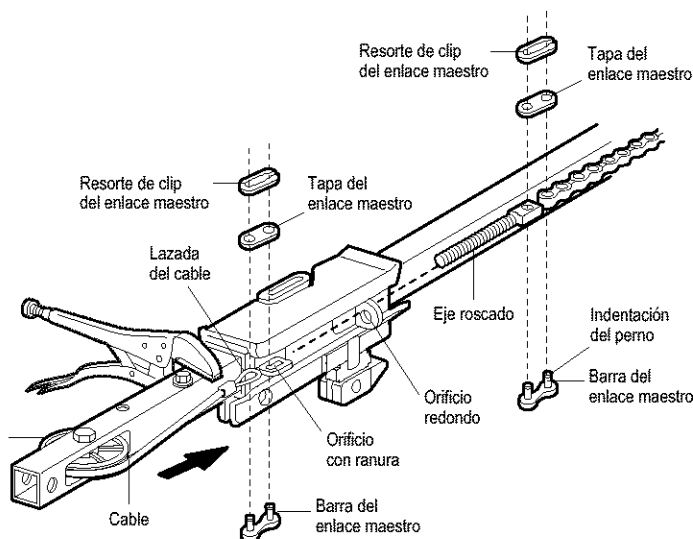

Figura 3
5. Enrosque la tuerca interna y la roldana en el eje roscado del trole (Figura 3).